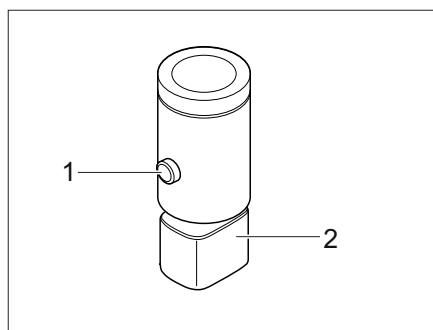

Fig. 55 Faretto a LED (esempio)
- Premere il tasto di accensione/spegnimento (Fig. 55,1).
- Premere nuovamente il tasto di accensione/spegnimento (Fig. 55,1).
- Afferrare il supporto (Fig. 55,2) e girarlo di 90°.
- Riapplicare il faretto a LED nel sistema di guide nella posizione desiderata e girare il supporto (Fig. 55,2) di 90°.